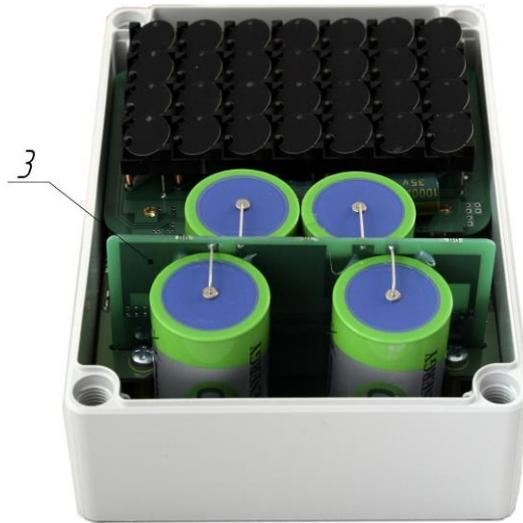

Рисунок 3.4
4) Батарейный блок – 3 установить до упора (см. Рисунок 3.4).